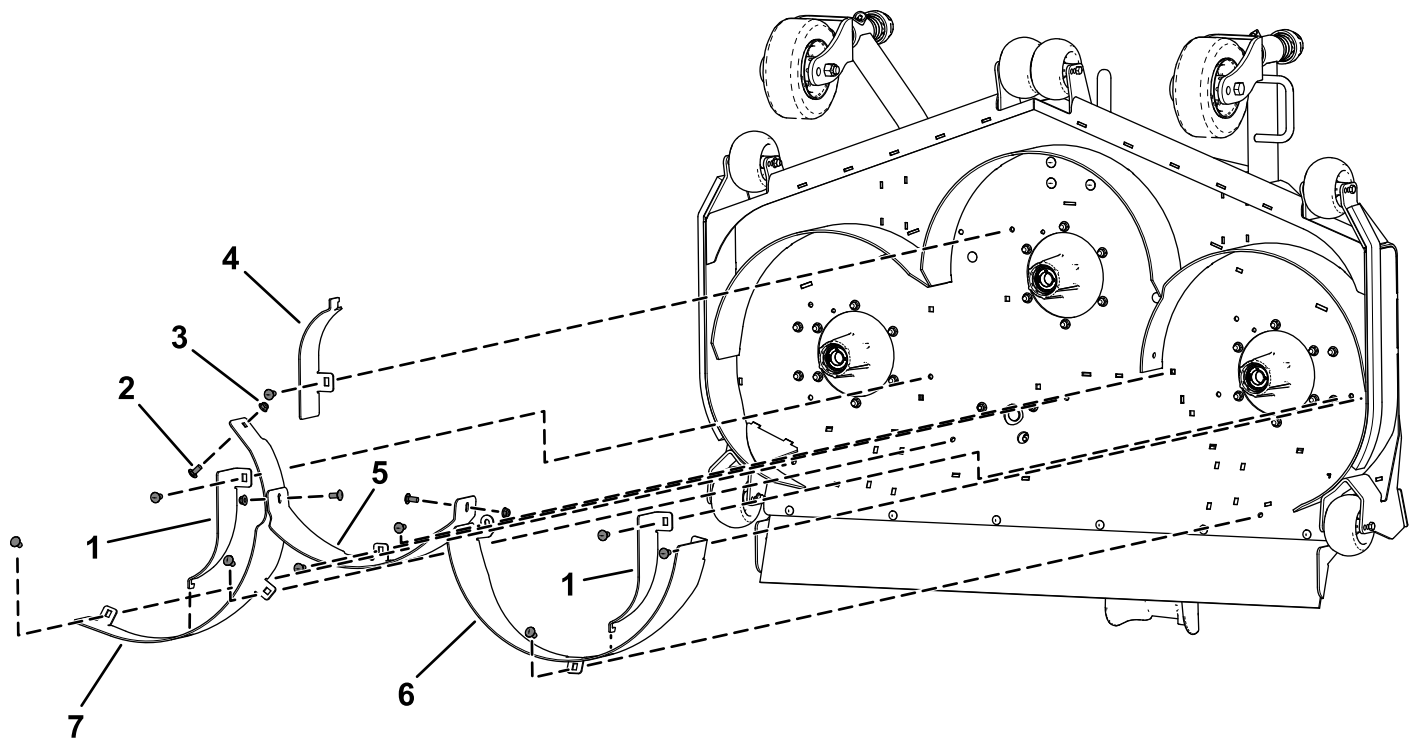

Figura 6
1. Sujete provisionalmente el deflector trasero derecho a la carcasa de corte usando 3 pernos de cuello cuadrado ($\frac{3}{8}$ " x $\frac{7}{8}$ ") y 3 contratuercas ($\frac{3}{8}$ "), como se muestra en la Figura 6.
2. Sujete provisionalmente el deflector trasero izquierdo a la carcasa de corte usando 3 pernos de cuello cuadrado ($\frac{3}{8}$ " x $\frac{7}{8}$ ") y 3 contratuercas ($\frac{3}{8}$ "), como se muestra en la Figura 6.
3. Sujete provisionalmente el deflector trasero central a la carcasa de corte usando 2 pernos de cuello cuadrado ($\frac{3}{8}$ " x $\frac{7}{8}$ ") y 2 contratuercas ($\frac{3}{8}$ "), como se muestra en la Figura 6.
4. Sujete provisionalmente el deflector central trasero al deflector trasero derecho usando 1 perno de cuello cuadrado ($\frac{3}{8}$ " x $\frac{7}{8}$ ") y una contratuerca ($\frac{3}{8}$ "), como se muestra en la Figura 6.
5. Sujete provisionalmente los 2 deflectores golpeadores laterales y el deflector golpeador central usando 3 pernos de cuello cuadrado ($\frac{3}{8}$ " x $\frac{7}{8}$ ") y 3 contratuercas ($\frac{3}{8}$ "), como se muestra en la Figura 6.